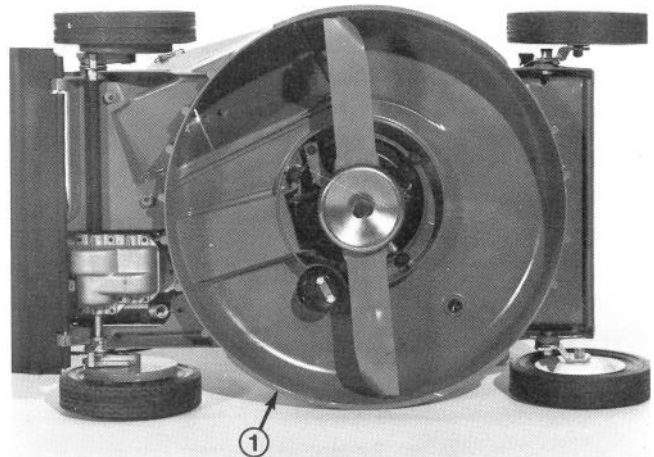

Abb. 31
2. Mäher auf die linke Seite legen (Abb. 31).